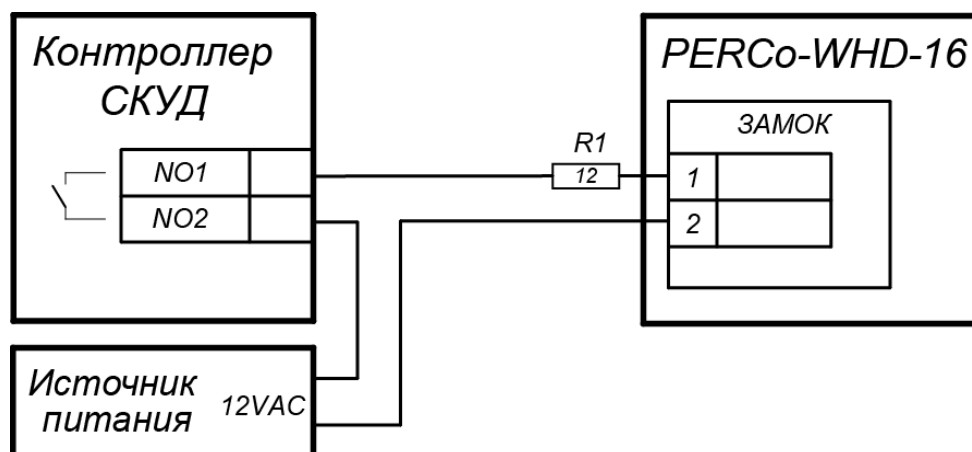

Рисунок 4. Рекомендованная схема подключения замка
7. При работе калитки в составе СКУД подключите ИП и контроллер СКУД к электромеханическому замку калитки (см. рис. 4). Рекомендуется использовать ИП переменного или постоянного тока с напряжением питания 12 В / 3 А.
Длительность управляющего сигнала от контроллера СКУД должна быть не менее 0,5, но не более 1 секунды. Подача управляющего сигнала большей длительности может привести к выходу замка из строя. Для снижения вероятности выхода замка из строя (ограничения тока в цепи питания замка) рекомендуется устанавливать резистор **R1** (см. рис. 4) номиналом 12 Ом (10 Вт).